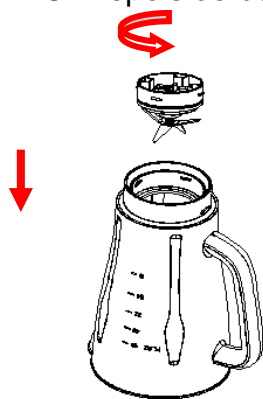

Fig.3
1) Coloque o frasco numa superfície nivelada, segurando a pega do jarro, coloque o anel de vedação 2 e o conjunto da lâmina no fundo da base do frasco e fixe o conjunto da lâmina girando-o no sentido contrário aos ponteiros do relógio, até ficar bem apertado (veja a Fig. 3)